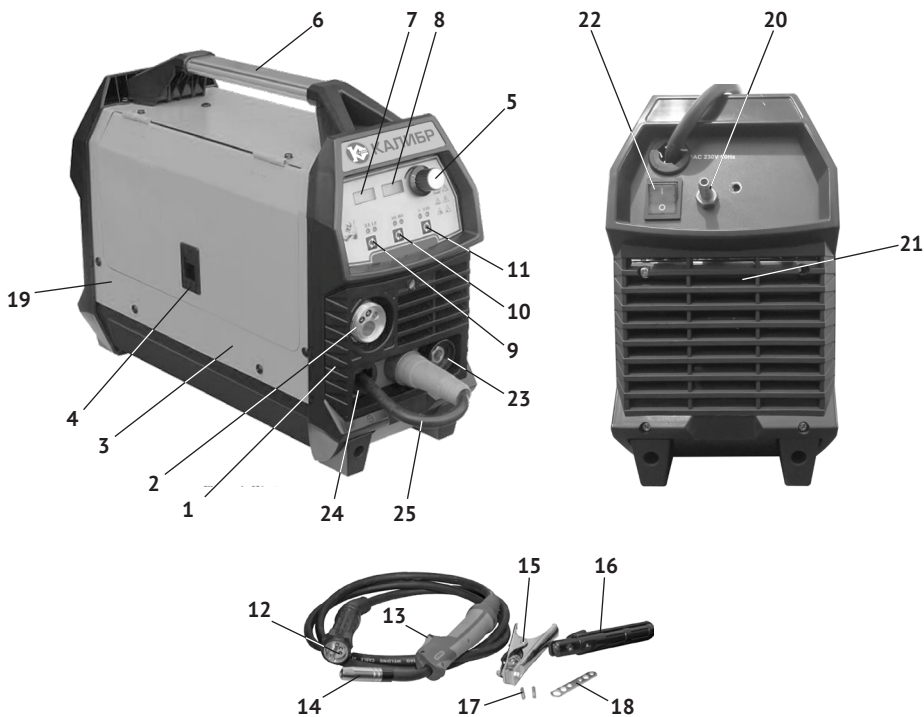

рис.1
4.1 Общий вид полуавтомата представлен на рис. 1:
Основные узлы сварочного полуавтомата: трансформаторы, биполярные транзисторы, конденсаторы, радиаторы, платы управления и вентилятор расположены в металлическом корпусе (рис.1 поз.19), закреплённом на металлическом основании. К основанию крепятся пластиковые передняя (рис.1 поз.1) и задняя (рис.1 поз.21) панели с вентиляционными решётками для охлаждения аппарата. Охлаждение полуавтомата обеспечивают радиаторы и вентилятор, смонтированный на плате перед задней панелью. На передней панели (рис.1 поз.1) расположены органы управления сварочного полуавтомата: ручка регулировки (рис.1 поз.5), регулирующая параметры сварочного контура, в режиме «ММА» и скорость подачи проволоки в режиме «MIG/MAG», дисплей (рис.1 поз.7), отображающий реальное напряжение сварочного контура и дисплей (рис.1 поз.8), по показаниям которого настраивается в режиме холостого хода ток сварки. В рабочем режиме дисплей отображает реальный ток сварки. Кроме того, дисплей (рис.1 поз.7) отображает сработавшую защиту полуавтомата. Высветившийся символ «O.H» означает, что сработала защита от перегрева. Он высвечивается при превышении теплового режима сварочного полуавтомата. При этом процесс сварки автоматически останавливается. Не отключая аппарат, дождитесь пока температура не снизится до рабочего диапазона и индикатор погаснет. Высветившийся символ «O.C» означает, что сработала защита от перегрузки по току. Необходимо отключить аппарат от сети. Если при последующем включении символ продолжает высвечиваться, необходимо проверить настройки установленного режима, и возможно, проверить исправность схемы сварочного аппарата. Сенсорный переключатель (рис.1 поз.10) изменяет режимы работы прибора: «ММА» – ручная дуговая сварка штучными электродами и «MIG/MAG» – сварка плавящейся электродной проволокой: в среде инертного газа/ в среде активного газа/ порошковой проволокой. Выбранный режим отображается соответствующим светодиодом (“MIG” или “MMA”). Сенсорный переключатель (рис.1 поз.9), с соответствующими светодиодами, устанавливает (в режиме “MIG”) параметры прибора для выбранного диаметра проволоки (0,8 или 1,0 мм). В режиме «MIG/MAG/NoGas» протяжка электродной проволоки к горелке, подача газа к соплу (рис.1 поз.14) и напряжения на сварочный наконечник осуществляется нажатием на клавишу горелки (рис.1 поз.13). На передней панели слева расположен разъём (рис.1 поз.2) подключения газовой горелки Евро MIG-15AK. Справа быстрозажимные клеммы «-» (рис.1 поз.23) и «+» (рис.1 поз.24) подключения кабелей: с зажимом от изделия, с электрододержателем (сварка в режиме «ММА») и переключения полярности (сварка в режиме «MIG/MAG/NoGas»). Под крышкой (рис.1 поз.3) расположен механизм подачи электродной проволоки (в режиме «MIG/MAG/NoGas»): катушка электродной проволоки, 2-х роликовый механизм подачи проволоки через направляющий канал в коаксиальном кабеле горелки. Это так называемый толкающий способ подачи проволоки, когда механизм подачи (вращение опорного ролика) приводится в действие двигателем постоянного тока через редуктор. На задней панели (рис.1 поз.21) расположены: - выключатель (рис.1 поз.22), который имеет два фиксированных положения «ON» - включено и «OFF» - выключено; - штуцер (рис.1 поз.20) подключения шланга подачи газа; - кабель питания, для подключения к однофазной сети переменного тока; - контакт для заземления аппарата.
6.4.1 Сварочный кабель с электрододержателем (режим сварки «ММА») подключается, как правило, к быстрозажимной клемме «плюс» (рис.1 поз.24) - обратная полярность, за исключением случая использования кислотных электродов. В любом случае, сначала ознакомьтесь с инструкцией на упаковке электродов.
6.4.2 Кабель с горелкой (режим сварки «MIG/MAG/NoGas») подключается к разъёму (рис.1 поз.2), полярность определяется подключением кабеля (рис.1 поз.25) к клемме «+» или «-».
6.4.4 Перед началом работы в режиме «MIG/MAG/NoGas» необходимо подключить редуктор газового баллона к входному штуцеру аппарата (рис.1 поз.20) газовым шлангом.
- отключить кабель переключения полярности (рис.1 поз.25) от клеммы (“+” или “-”);
- подключить кабель с электрододержателем (рис.1 поз.16) к быстрозажимной клемме “+” (рис.1 поз.24);
- подключить кабель массы (обратный кабель) к быстрозажимной клемме “-” (рис.1 поз.23);
- перевести выключатель (рис.1 поз.22) в положение “I” – включено;
- сенсорным переключателем (рис.1 поз.10) выбрать (высветится соответствующий индикатор) режим «ММА»;
- выбрать переключателем (рис.1 поз.11) режим «A/VRD» (высветится соответствующий индикатор) и замигает индикатор амперметра;
- рукояткой регулятора (рис.1 поз.5), по показаниям амперметра, настроить сварочный ток, в зависимости от толщины заготовки и диаметра электрода (рекомендуемые значения см. в таблице п.7.1.3).
7.1.1 В большинстве случаев кабель с держателем электрода подключается к быстрозажимной клемме «плюс» (рис.1 поз.24 - обратная полярность), однако есть некоторые виды электродов, подключаемых к быстрозажимной клемме «минус» (рис.1 поз.23 - прямая полярность), поэтому подключать сварочные кабели следует в соответствии с полярностью аппарата «+» или «-», в зависимости от типа электрода.
7.1.4 Ток сварки регулируется поворотом ручки (рис.1 поз.5) регулировки параметров, фактическое значение тока при работе отображается на дисплее (рис.1 поз.8).
- подключить кабель переключения полярности (рис.1 поз.25) к быстрозажимной клемме (+), как показано на рис.1;
- подключить кабель массы (обратный кабель) к быстрозажимной клемме “-” (рис.1
- подключить коннектор (рис.1 поз.12) газовой горелки к евроразъёму (рис.1 поз.2);
- нажав защёлку (рис.1 поз.4), открыть крышку (рис.1 поз.3) отсека подачи проволоки;
- нажав (вниз) защёлки (рис.1 поз.4), открыть крышку (рис.1 поз.3) отсека подачи проволоки;